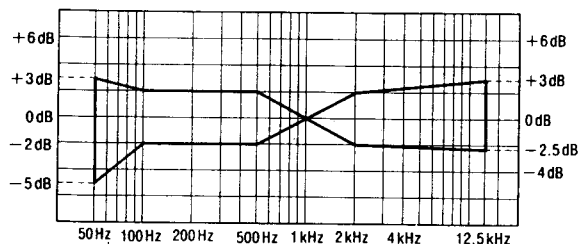

Fig. 8
4. Reproducir la señal grabada en el paso 3 y comprobar que el nivel de cada frecuencia de salida esté dentro de la gama mostrada en la Fig. 8. en comparación con la frecuencia de referencia (1kHz).